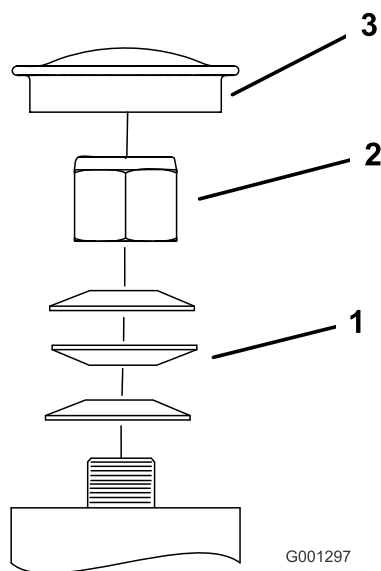

Figura 59
3. Retire el tapón guardapolvo de la rueda giratoria y apriete la contratuerca (Figura 59).
4. Apriete la contratuerca hasta que las arandelas de muelle estén planas, luego afloje la contratuerca 1/4 de vuelta para establecer la pre-carga correcta de los cojinetes (Figura 59).
Importante: Asegúrese de que las arandelas de muelle están correctamente instaladas, según muestra Figura 59.
5. Coloque el tapón anti-polvo (Figura 59).